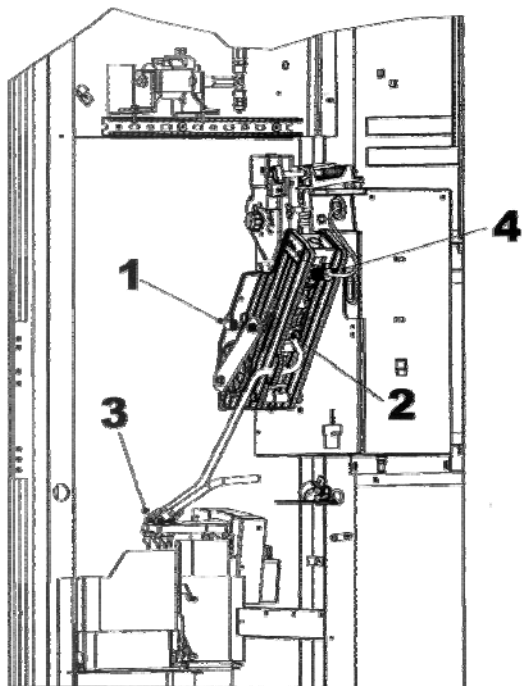

Рисунок 5.04.5
- Снимите удерживающий поршень блока (№ 1 на рис. 5.04.5), повернув его против часовой стрелки. Сняв его с резьбы, соединяющей его с крышкой, тяните блок на себя до тех пор, пока три направляющих стержня не выйдут из своих пазов.
- После того, как вы сняли блок для приготовления кофе, снимите сопло узла (№ 2 на рис. 5.04.5), силиконовую трубку, соединяющую сопло, расположенную на ротационной установке (№ 3 на рис. 5.04.5).
- Снимите тефлоновую трубку, используемую для подачи воды из бойлера под давлением. Для этого окрутите медную гайку, соединяющую трубку и блок для приготовления кофе (№ 4 на рис. 5.04.5).